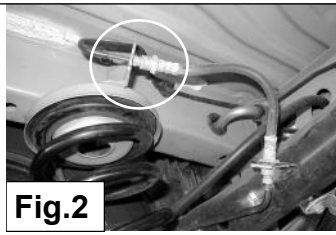

Fig.2
2. Maak de bevestiging van de remleiding aan de carrosserie los. Zie fig. 2.
2. Release the fastening of the brake hoses on the body of the car. See fig. 2.
2. Demontieren Sie die Befestigung der Bremsschläuche von der Karosserie. Sehe fig. 2.
2. Détachez la fixation du tuyau de frein de la carrosserie. Voir fig. 2.